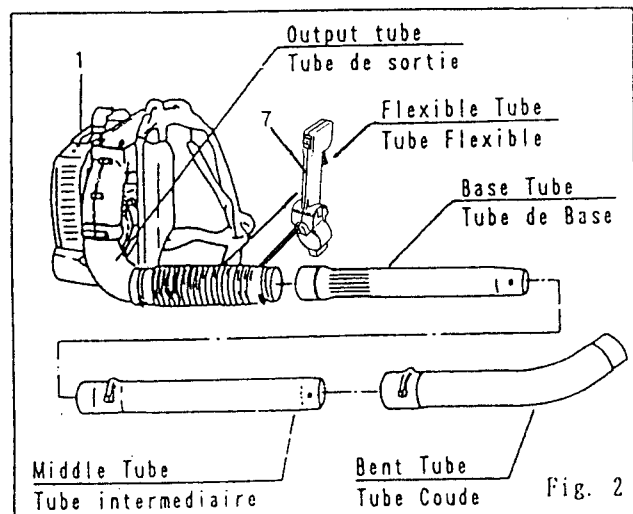

Fig. 2
- a. Slip one hose clamp onto each end of the flexible tube. Figure 2.
- d. Install the middle tube into the base tube and the bent tube in the middle tube. Figure 2.
- a. Mettre une bride de serrage à chaque extrémité du tube flexible. Figure 2.
- d. Monter le tube intermédiaire au bout du tube de base et le tube coudé au bout du tube intermédiaire. Figure 2.